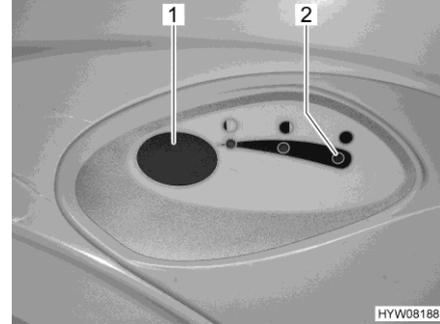

Bild 300 Spülknopf/Kontroll-Leuchte (Thetford-Toilette)
- Zum Spülen den blauen Spülknopf (Bild 300,1) drücken.
Die Kontroll-Leuchte (Bild 300,2) leuchtet, wenn der Fäkalientank entleert werden muss.